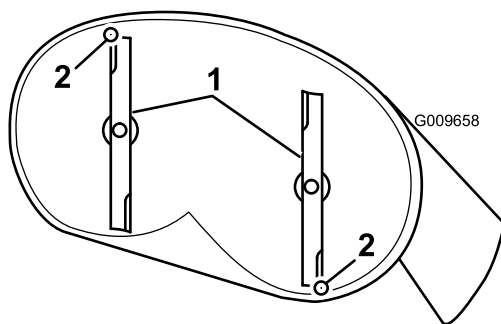

Figura 56
4. Gire cuidadosamente las cuchillas colocándolas en el sentido de avance de la máquina (Figura 56).
5. Mida entre la punta de la cuchilla delantera y la superficie plana y entre la punta de la cuchilla trasera y la superficie plana (Figura 56). Si la punta de la cuchilla delantera no está entre 1,6 y 7,9 mm más baja que la punta de la cuchilla trasera, ajuste la contratuerca delantera.
8. Compruebe la inclinación longitudinal de nuevo después del ajuste. Siga ajustando la tuerca hasta que la punta de la cuchilla más avanzada esté entre 1,6–7,9 mm más baja que la punta de la cuchilla más atrasada (Figura 56).